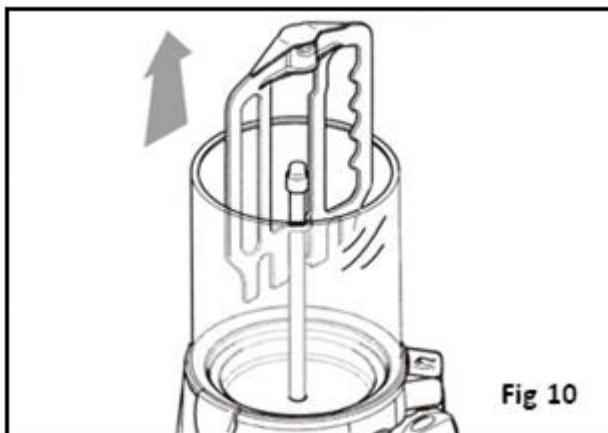

Fig 10
- Estrarre il miscelatore per rimuoverlo, mantenendolo in linea con l'asta centrale fino a quando la fessura inferiore del miscelatore sia in piano con il perno di rotazione (Fig. 10).